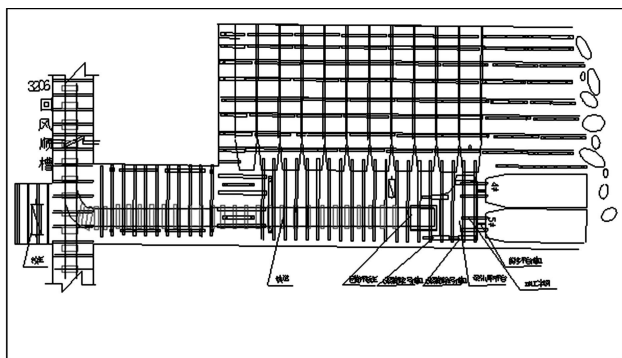

图3 3206(B)综放工作面撤架方式示意图
(4)每撤出一架后要及时对空顶区域进行支护。确保支护安全有效后,再前移掩护架1.5m。(图3)